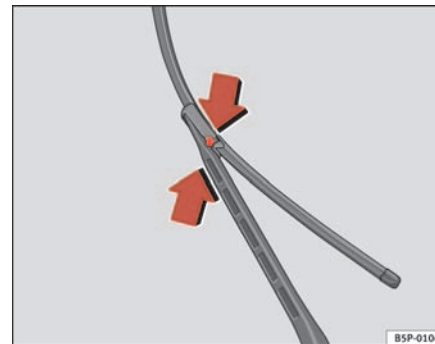

Abb. 159 Scheibenwischerblätter vorne austauschen
- Drücken Sie auf die seitlichen Sperren, und ziehen Sie das Wischerblatt in Pfeilrichtung heraus ⇒ Seite 222, Abb. 159